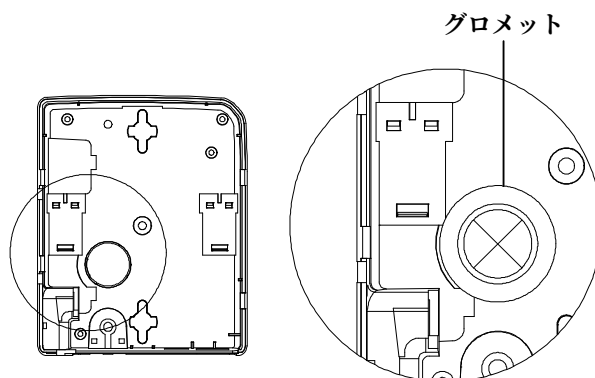

図 7-3
- ①ファイバ導入口（底面導入）をニッパ等で本体から切り離してください。
- ②本体に別売りのグロメットを取り付けてください。（図 7-3）